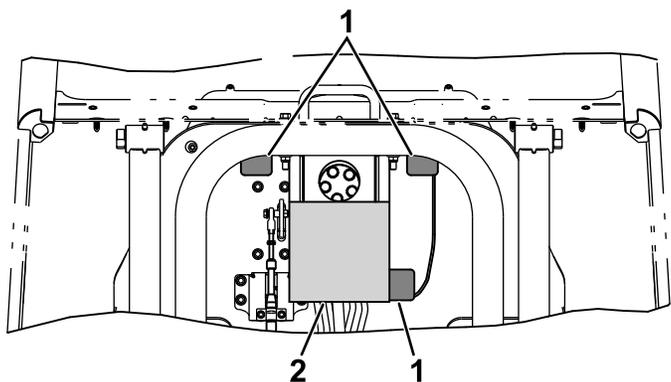

Figura 6
6. Rimuovete la pellicola di protezione e montate il cuscinetto dello sterzo (Figura 6).
7. Rimuovete la pellicola di protezione e montate i 3 inserti delle alette di montaggio sui fori del pianale (Figura 6).